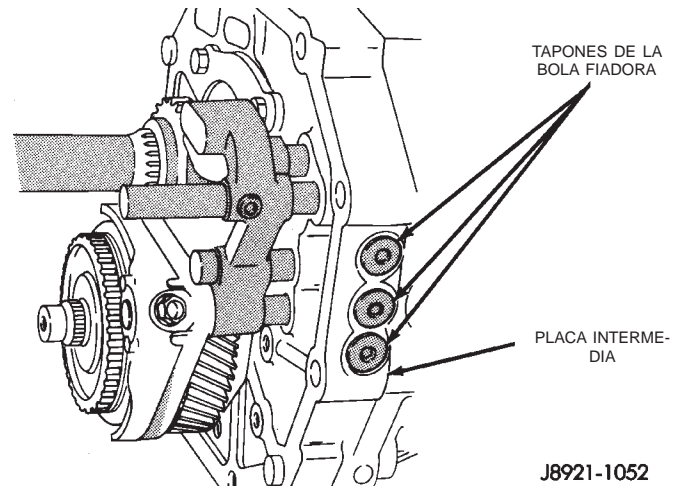

Fig. 65 Posiciones de los tapones de la bola fiadora
(17) Retire los tapones roscados de la bola fiadora de la placa intermedia (Fig. 65).